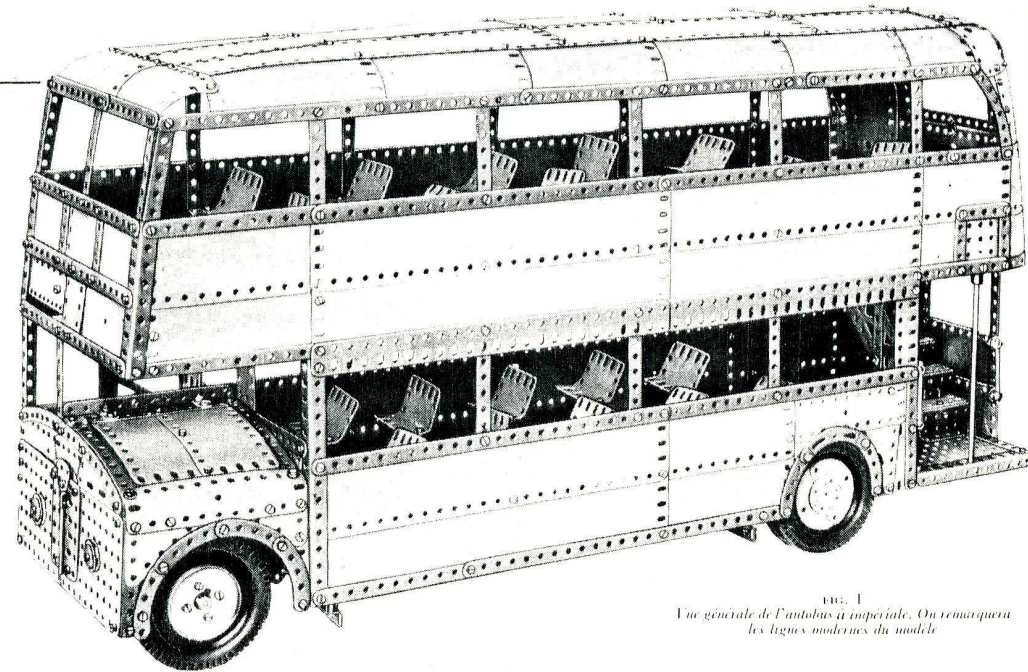
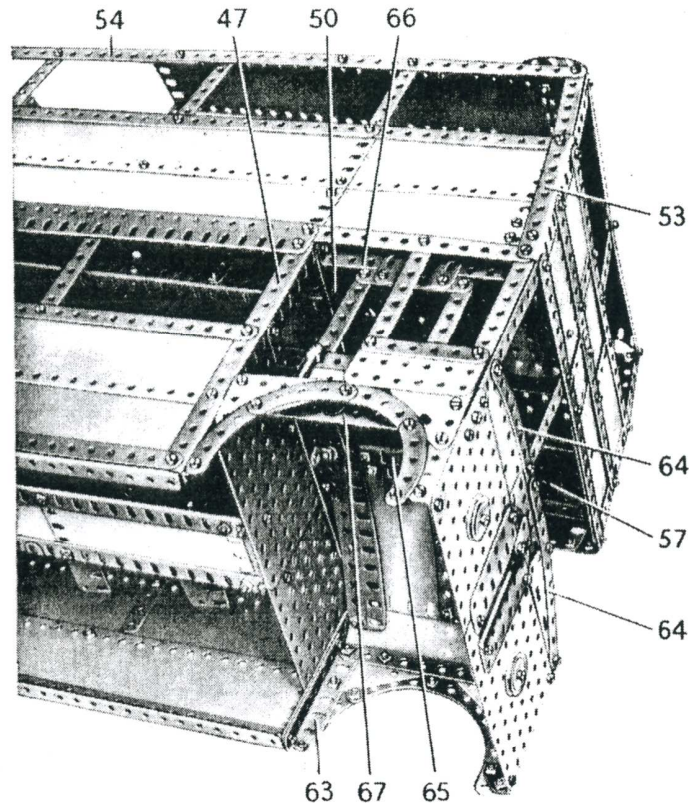

FIG. 1
FIG. 9.
La partie principale du côté qui apparaît sur la figure 1 est identique à celle qui vient d'être décrite, mais elle est plus courte et se termine à la cornière (49). Une plaque flexible triangulaire de 6 x 5 cm. est utilisée au dessus de la roue à la place d'une plaque flexible triangulaire de 6 x 4 cm. Les montants des fenêtres sont réunis par deux poutrelles plates de 25 trous qui se recouvrent sur 4 trous.
L'autre côté qui apparaît sur la figure 1 se construit à peu près de la même façon que celui qui vient d'être décrit, mais varie dans le détail. Les bords supérieurs des plaques sont renforcés par deux bandes de 25 trous, une bande de 11 trous et une bande de 6 trous, et la plaque flexible de 11,5 x 6 cm. inférieure à l'arrière est remplacée par une plaque flexible de 6 x 6 cm. et par une plaque sans rebords de 6 x 6 cm. La plaque sans rebords est bordée par des bandes de 5 trous, mais elle en est tenue recarter par des écrous placés sur les boulons de façon à figurer une plaque de destination.
Le montage du toit apparaît clairement sur les figures 1, 8 et 10.
Le côté du capot (Fig. 1) est une plaque flexible de 14×4 cm. entré sur sa longueur et boulonnée sur une cornière de 6 trous (63) (Fig. 9). Une plaque flexible triangulaire de 6×4 cm. et une de 6×5 cm. recouvrent l'une des roues. Le devant du capot est constitué par deux plaques sans rebords de 14×9 cm. qui se recouvrent sur 3 trous et qui sont boulonnées sur des cornières de 6 trous fixées sur les côtés de la cabine et du capot. Les plaques sans rebords sont prolongées vers le haut par une plaque flexible de 14×4 cm. et une de 6×4 cm. qui se recouvrent sur 4 trous, et par une plaque flexible triangulaire de 9×4 cm. Les extrémités supérieures de ces plaques sont bordées par deux bandes incurvées de 14 cm. (64).